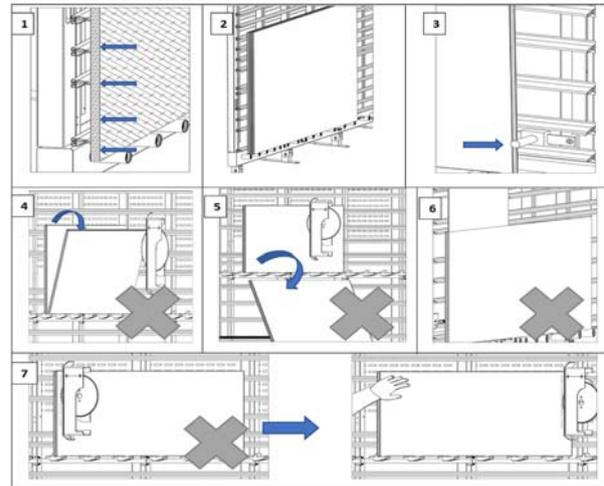

Abb. 23: Positionieren des Werkstücks auf der Plattensäge
- Das zu bearbeitende Material muss auf der gesamten Oberfläche wischend auf die Trägerwand (1, Abb.23) positioniert werden.
- Legen Sie die Werkstücke für horizontales oder vertikales Schneiden so auf den Plattenträger, dass sie sich stabilisieren, nicht verrutschen oder nach vorne oder unten kippen können. Die Werkstücke müssen die vom Sägeblatt und der Absaugung (4-5, Abb.23) ausgehenden Kräften standhalten.
- Verwenden Sie die mittlere Stopper für die horizontale Bearbeitung kleinerer Werkstücke (3, Abb.23).
- Vergewissern Sie sich vor dem Ausschalten, dass sich kein Schnittgut auf der Trägerwand befindet (5, Abb.23).
- Die Schnittposition der Werkstücke sollte so festgelegt werden, dass die Teile mit einem ausreichenden axialen Abstand zum Sägeblatt gehalten oder manuell gesichert werden können. (7, Abb.23.)